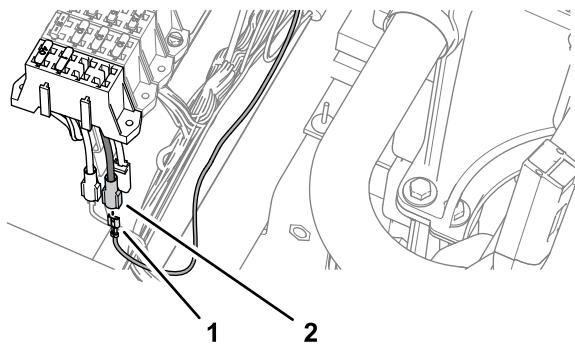

Figura 82
1. Enchufe el terminal del arnés de alimentación del módem marcado SWITCHED en el conector hembra de alimentación de accesorios del bloque de fusibles (Figura 82).